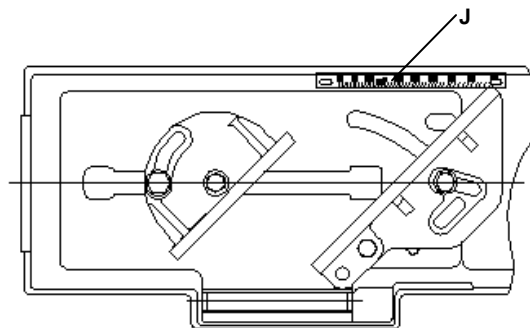

Fig. 2
10.9.2. La position pour la découpe à 90°. (Cf. Fig. 2)